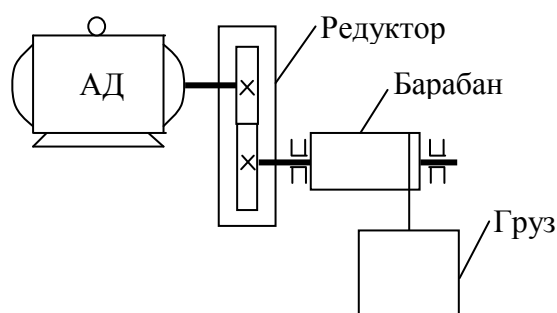

Рис.1
1.1. Для главного привода подъемного механизма, выполненного по кинематической схеме, приведенной на рис.1, в соответствии с индивидуальным заданием выбрать асинхронный электродвигатель (АД) с фазным ротором, тип и марку редуктора. Режим работы электропривода – повторно-кратковременный (**S3**).
ческой схеме, приведенной на рис.1, в соответствии с индивидуальным заданием выбрать асинхронный электродвигатель (АД) с фазным ротором, тип и марку редуктора. Режим работы электропривода – повторно-кратковременный (**S3**).